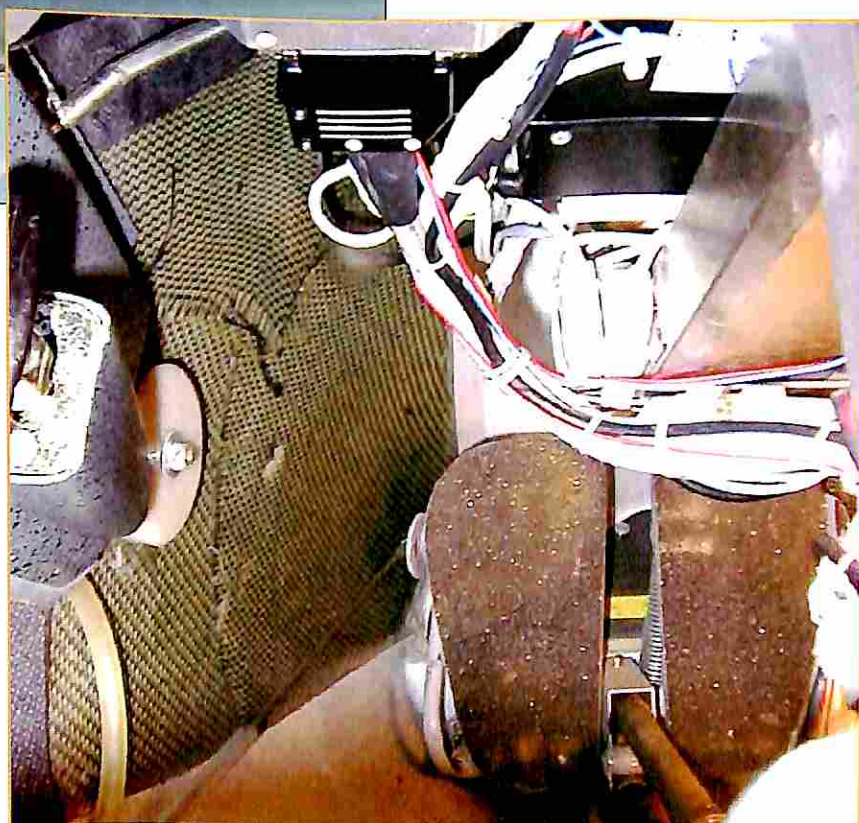

Fig. 8 - Un pannolone rimasto per tutto il giorno sul bordo d'attacco. Trovare soluzioni più eleganti!
- Urinare regolarmente e facilmente: progettisti dovrebbero installare apparecchiature permanenti e sicure, i sistemi attuali sono potenzialmente pericolosi! (Fig. 8)